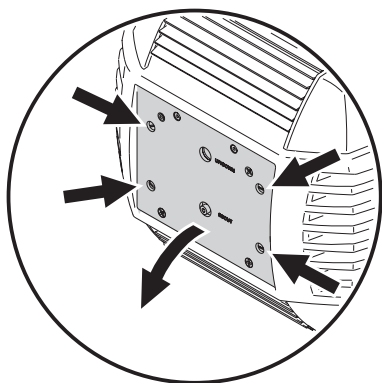

Figure 1: Accès à la lampe
2. Dévissez les 4 loquets quart de tour repérés par une flèche sur la plaque arrière, comme indiqué sur la Figure 1. Dégagez complètement le support de lampe sans forcer et laissez-le en appui sur ses guides.